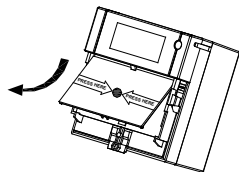

Fig. 4: Manöverelement
2. Ta bort manöverelementet (se Fig.4).